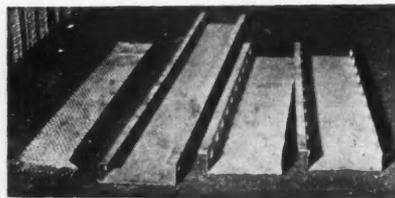
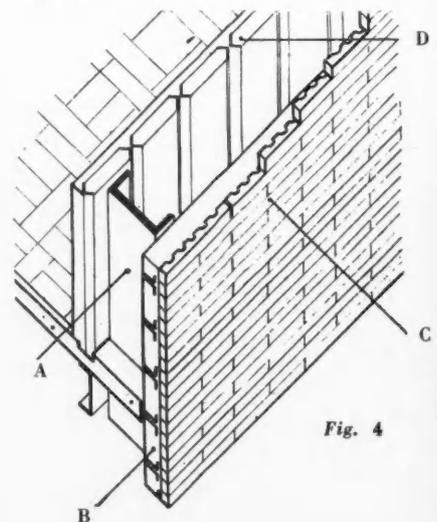

Fig. 2
Fig. 4
A) Éléments résistants (fig. 2 au centre et fig. 4 : B. et C.) ; planche métallique évidée, légère, en tôle de 15/10. 9 kgs pour une planche de 3 mètres ; largeur standard de 0,16 ; rives crevées de jours emboutis assurant l'adhérence et la liaison du béton de remplissage ; se coupe de longueur comme planche en bois ; tôle formant coffrage permanent et armature.
B) Éléments Isolants (fig. 2, à gauche, et fig. 4, D) : planche métallique évidée, constituée de 2 montants en cornières, réunis par barrettes soudées et 2 faces grillagées (ou métal déposé) remplis de laine de verre.
DEFENSE PASSIVE. L'abri de l'immeuble est réalisé avec des éléments résistants d'un type à recouvrement (fig. 2, droite), assurant le coffrage et le blindage des murs.